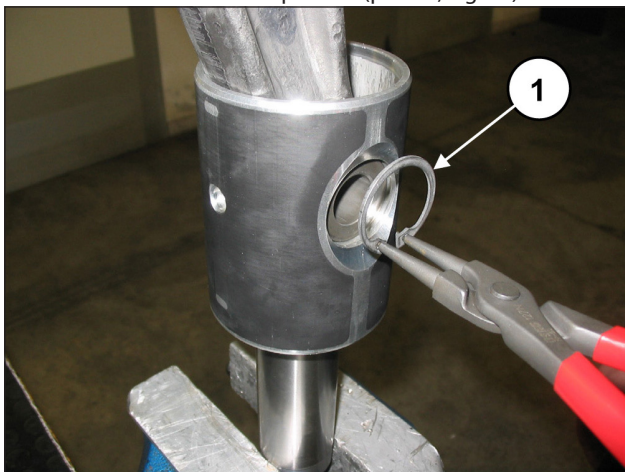

Fig. 34
Desmontar las 2 anillas seeger de bloqueo de la clavija utilizando la herramienta específica (pos. ①, Fig. 34).
Introducir la biela en la guía del pistón (pos. ①, Fig. 36) y, a continuación, la clavija (pos. ①, Fig. 35). Aplicar las dos anillas seeger de tope con la herramienta específica (pos. ①, Fig. 34).